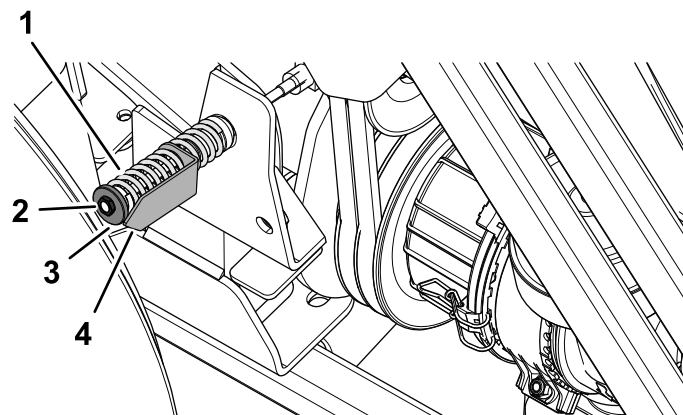

Bild 89
5. Drehen Sie ggf. die Mutter für die Spannscheiben-Spannvorrichtung, bis der Pfeil der Spannungsanzeige mit der äußeren Oberfläche der Scheibe ausgefluchtet ist (Bild 89).
8. Lockern Sie die Mutter für die Spannscheiben-Spannvorrichtung, siehe Bild 89 in Prüfen der Spannung des Zapfwellenriemens \(Seite 69\).